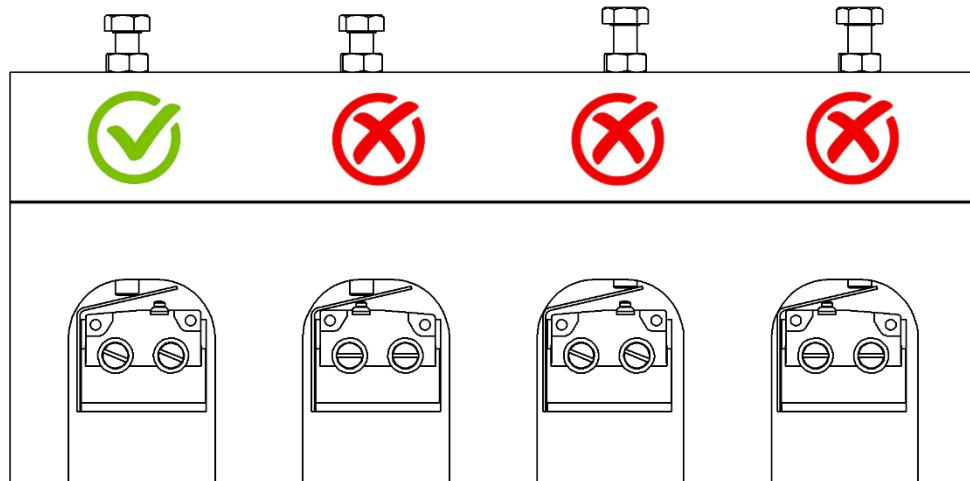

Fig. 2 Palancas de izquierdas
Paso 2: Disponga la palanca multiplicadora en la cajera del detector, de modo que sus dos orificios coincidan con los de fijación del detector, y de tal forma que el punto más bajo de la leva se sitúe en la zona de contacto con la punta del tornillo de ajuste fijado a la placa móvil (Fig. 2 y Fig.3).
Paso 3: Invierta la posición del detector y dispóngalo en su cajera, sobre la palanca multiplicadora, y de modo que sus orificios de fijación coincidan con los de la placa. Asegúrese de que su pulsador incide sobre la parte más alta de la leva (Fig. 2 y Fig.3).